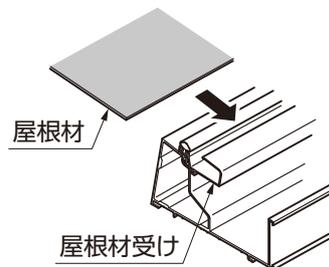

図10-3 屋根材の取付け
- ③屋根材を屋根材受けに、差し込んでください。（図10-3参照）